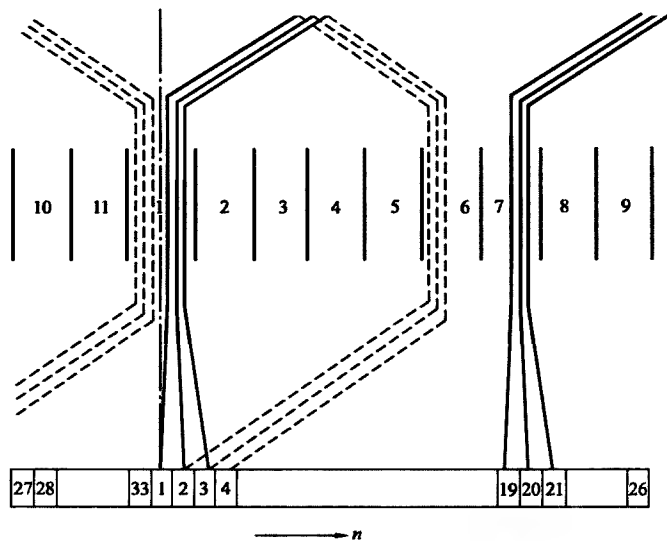

图 5-15 $\phi 71$ 冲片电动机转子绕组展开图 (1)
2. $\phi 71$ 冲片电动机转子绕组展开图 (1) (见图 5-15)